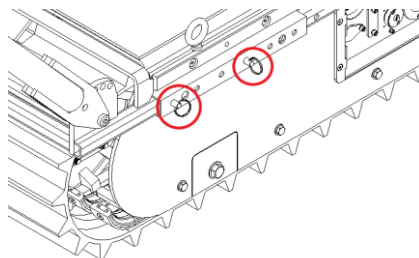

Figure 11 : Goupille de verrouillage de la poignée
IMPORTANT: Avant toute opération avec la poignée, assurez-vous que deux (2) goupilles de verrouillage se retrouvent sur chaque côté afin de retenir la poignée correctement tel que représenté sur la Figure 11.